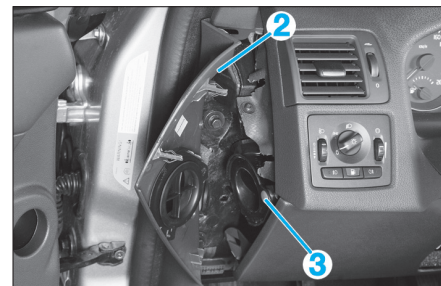

FIG. 7
- la garniture latérale (2) (Fig.7).